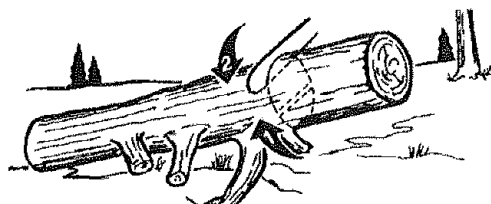

Fig. 18
2. Tronco soportado en 1 extremo: Primero, corte desde abajo 1/3 del diámetro del tronco para evitar que se astille. Después, corte desde arriba coincidiendo con el primer corte y evitando el pellizcado (Fig. 18).